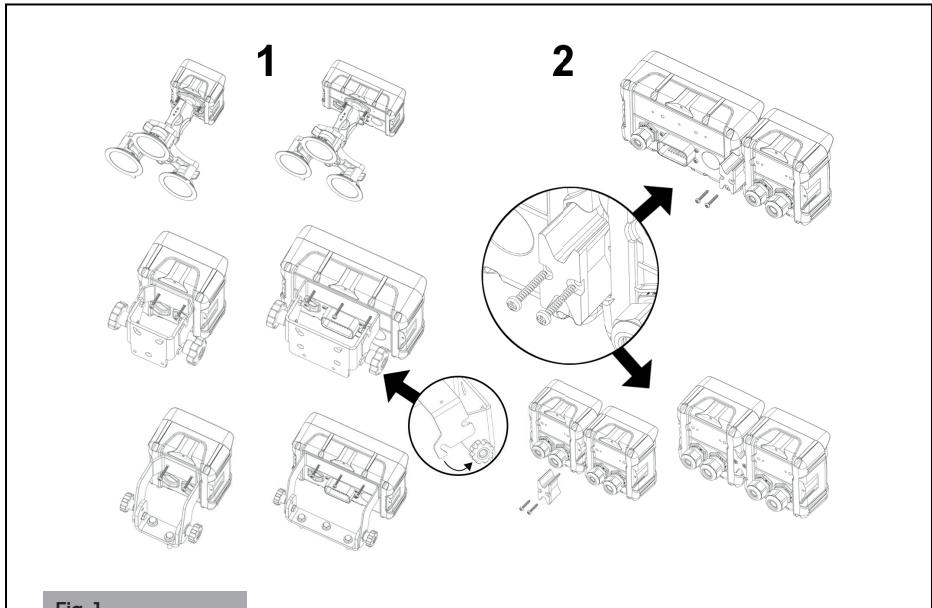

Fig. 1
### Montage du boîtier de contrôle ( Fig. 1)
Fixez le boîtier de commande à l'aide du support près du siège du conducteur, dans une position visible et protégée. Les commandes doivent être facilement accessibles et ne doivent pas gêner la visibilité du siège du conducteur (1, Fig. 1).
**REMARQUE :** Il est possible de combiner le boîtier de commande hydraulique avec les boîtiers de commande de pulvérisation. Utiliser le verrou d'accouplement pour le raccordement (2, Fig. 1).
### Raccordement du boîtier électrique optionnel (Fig. 1)
1. Fixez le boîtier optionnel à l'assemblage principal et serrez les vis (2, Fig. 1) ;